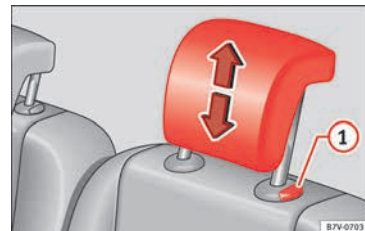

Abb. 152 Kopfstützeinstellung der zweiten der dritten Sitzreihe.
- Die Kopfstütze in Pfeilrichtung nach oben oder unten schieben »» **Abb. 151** oder »» **Abb. 152**  durch Knopfdruck verstellen »»  in Aus- und Einbau der Kopfstützen auf Seite 155.